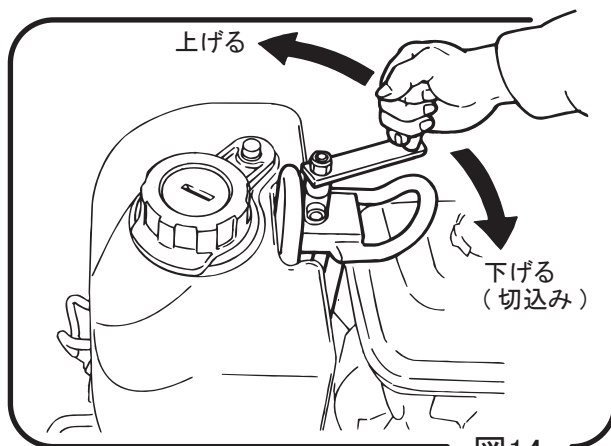

図 14
- 4 昇降ハンドルを時計(右)方向にゆっくり回してブレード切断面に接触した所で、水タンクの右後方(操作者側から見て)にある切り込みゲージを確認し、ゆっくりと希望する深さまでブレードを切り込ませて下さい。(図 14)